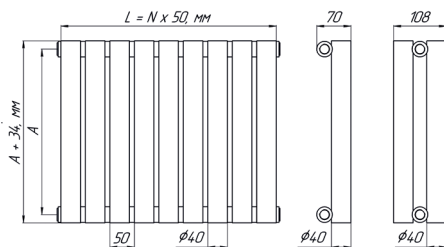

Рис. 1 «STOUT TUBE R40». А – межцентровый (монтажный) размер, N – количество секций
3.1. Основные размеры и параметры радиаторов приведены на рис.1 и в таблице.